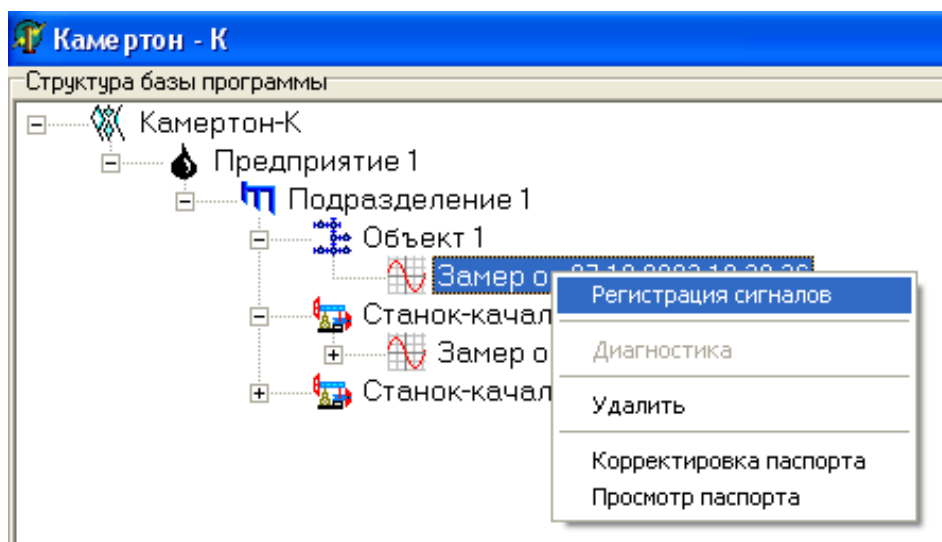

Рис. 22. Начало регистрации сигналов.
- для элемента структуры **«Объект»** нужно выбрать значок **«Замера»**, нажать на нем правую клавишу мыши (после чего появится всплывающее меню), выбрать пункт **«Регистрация сигналов»** (см. рис. 22).